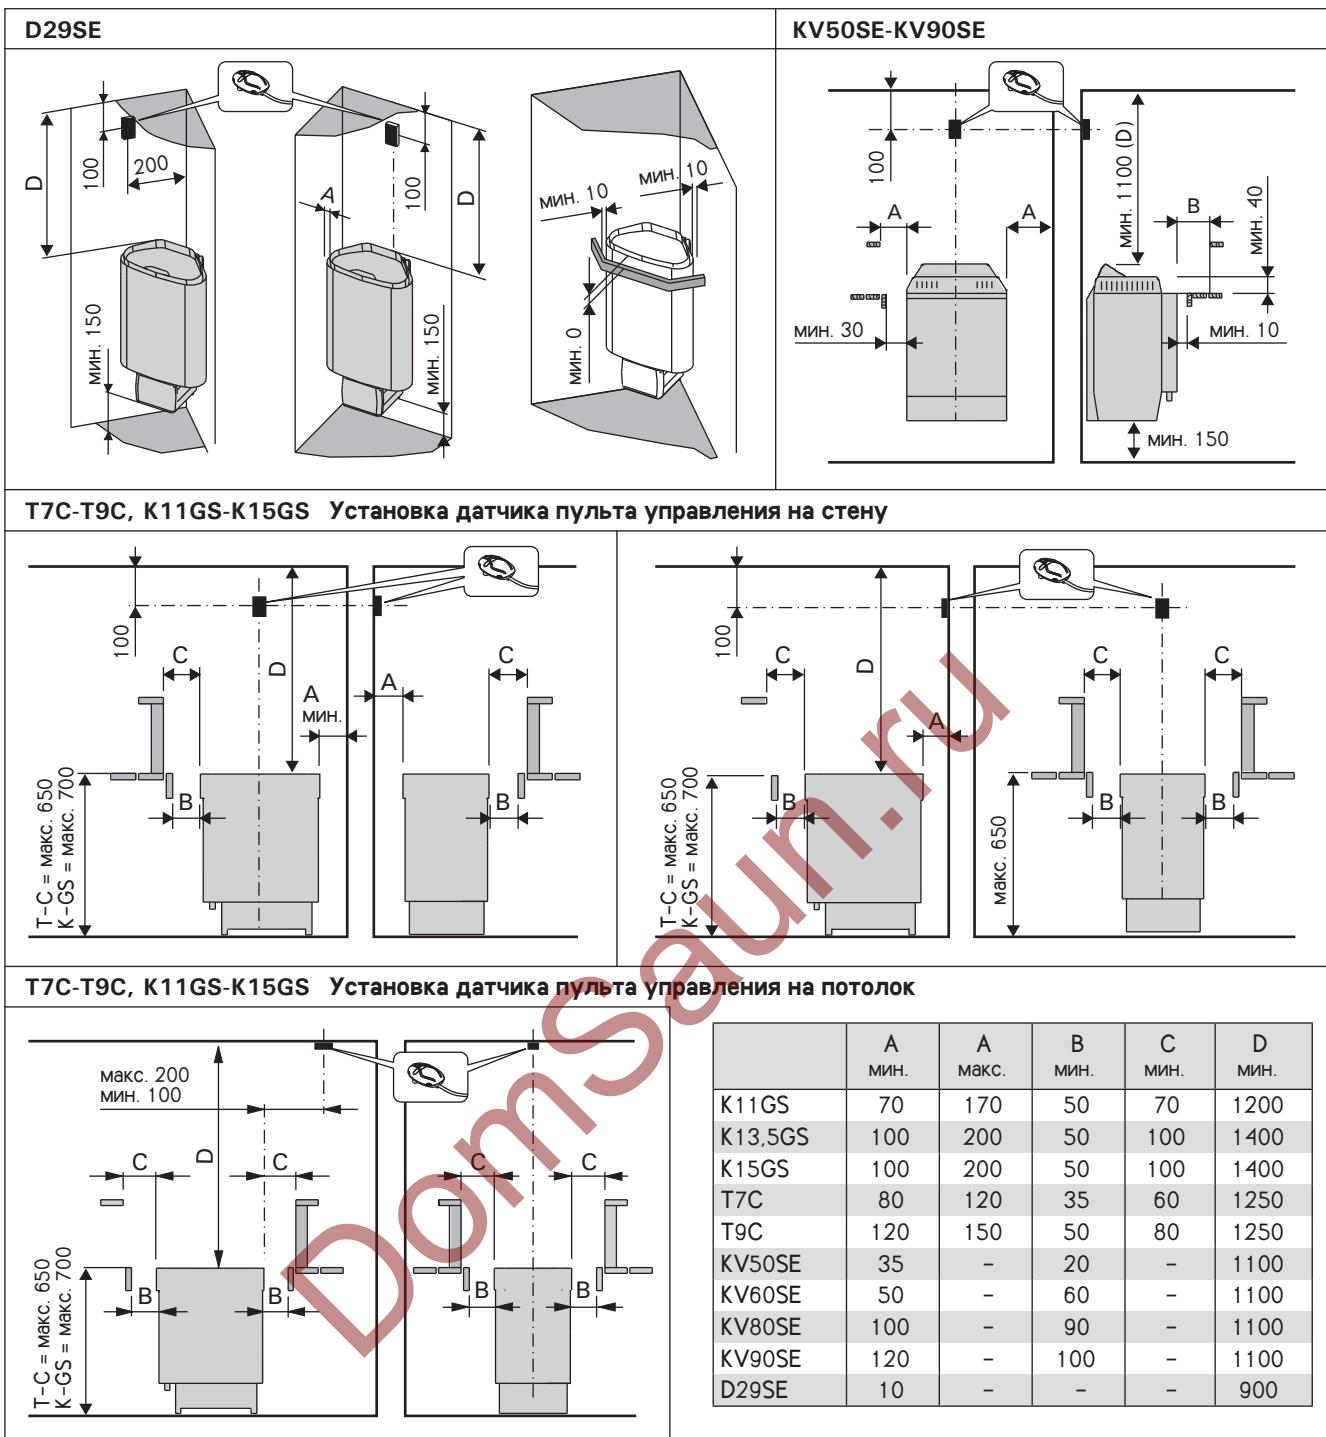
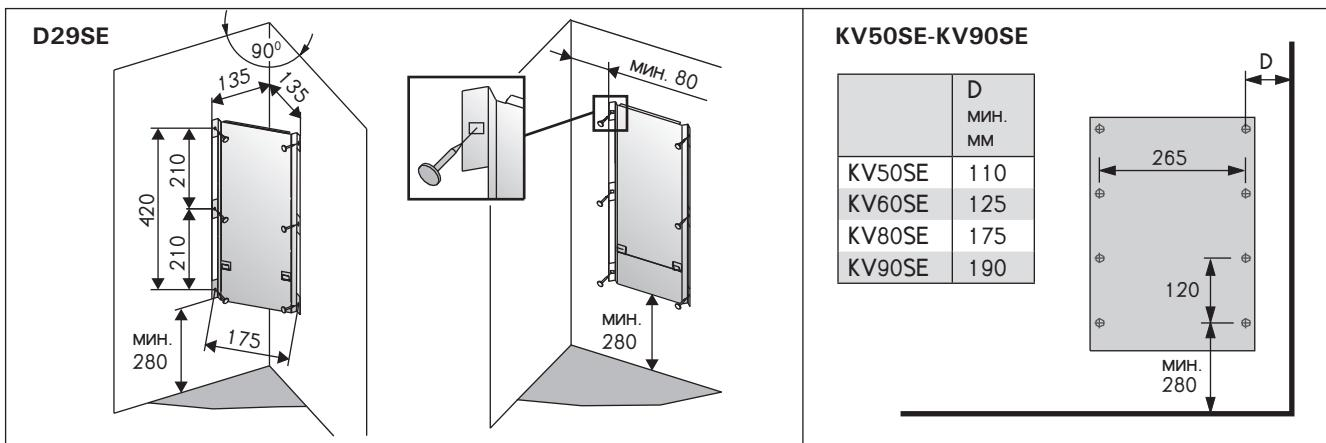

Рисунок 5. Расстояния безопасности (все размеры приведены в миллиметрах)
Рисунок 6. Установка крепёжной рамы (все размеры приведены в миллиметрах)
- При расположении каменки выполняются условия минимальных расстояний, изображенных на рис. 5 и указанных в таблице 2.
- Прикрепите установочный кронштейн к стене винтами, входящими в комплект поставки кронштейна. Соблюдайте безопасные минимальные расстояния, указанные на рисунке 5. Установочные размеры кронштейна показаны на рис. 6.
- С помощью прилагаемых шурупов прикрепите к стене монтажную раму, соблюдая минимальные расстояния, указанные в таблице 2 и на рис. 5. Установка рамы изображена на рис. 6.
Перед установкой необходимо принять во внимание минимальные расстояния до легковозгораемых материалов. См. табл. 2 и рис. 5.
При установке защитного ограждения вокруг каменки следует соблюдать расстояния, указанные на рис. 5 и таблице 2.